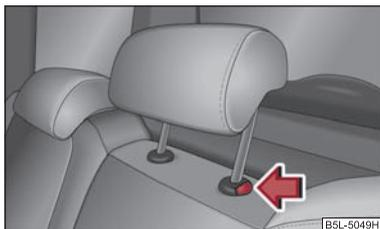

Fig. 61 Sedili posteriori: poggiatesta centrale
- Premere il tasto di sicurezza nel senso indicato dalla freccia ⇒ fig. 61 e sfilare il poggiatesta.